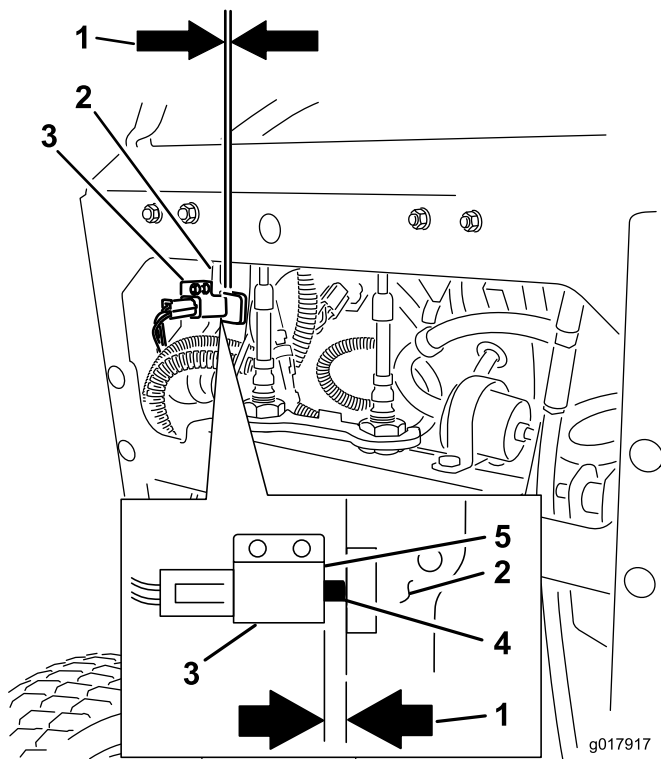

Figure 67
12. Vérifiez l'écartement entre le levier de frein et l'interrupteur comme illustré à la Figure 67. L'écartement doit être de 3 mm (1/8") quand le frein est serré.